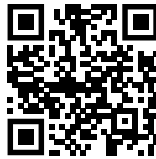

Fig. 133
- ▶ Ανοίξτε το [Liebherr SmartMonitoring Dashboard](https://smartmonitoring.liebherr.com). (βλέπε Fig. 133)